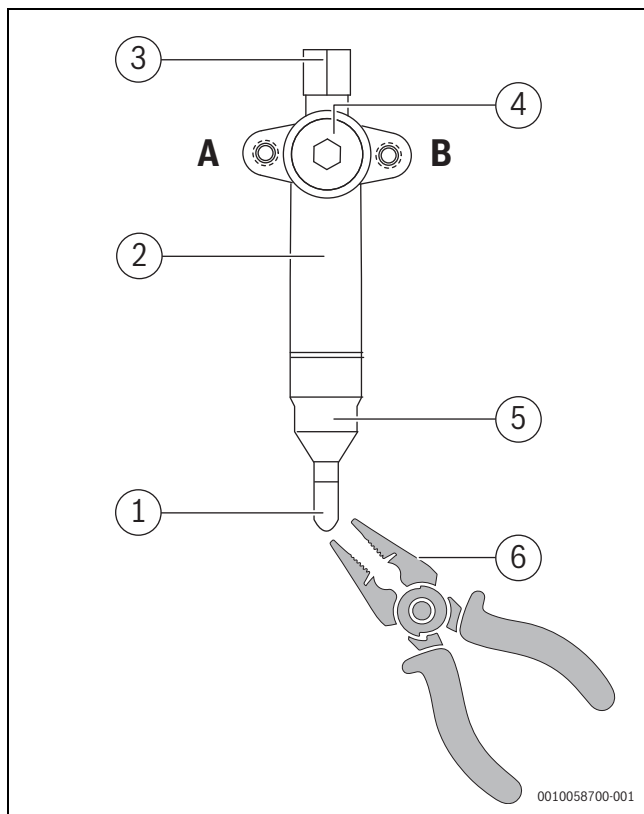

fig. 221
- ▶ Hiqni tubin e madh të izolimit (→ Fig. 221).